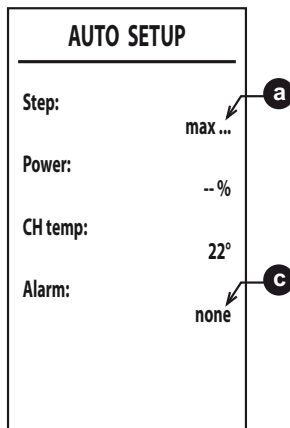

fig. 39
6. După aprindere, arzătorul se poziționează pe încălzire la diferitele puteri (max, med, min) indicate de punctul **a** (fig. 39). În cazul în care eliminarea termică a sistemului nu este suficientă pentru a termina procedura, se poate activa, numai după ce s-a aprins arzătorul, o solicitare de apă caldă menajeră.
8. Dacă secvența de aprindere descrisă la punctul „6” nu s-a finalizat cu succes, apare mesajul **max_err** la punctul **a** și un cod de eroare la punctul **c** (fig. 39).